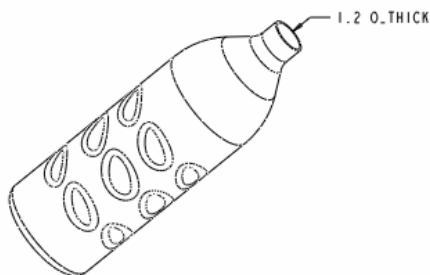

图 34-22
- (1) 单击特征工具栏中的 ，打开壳特征操控板。
- (2) 设定抽壳厚度为 1.2，选择瓶子上端口为移出曲面，完成的结果应如图 34-22 所示。